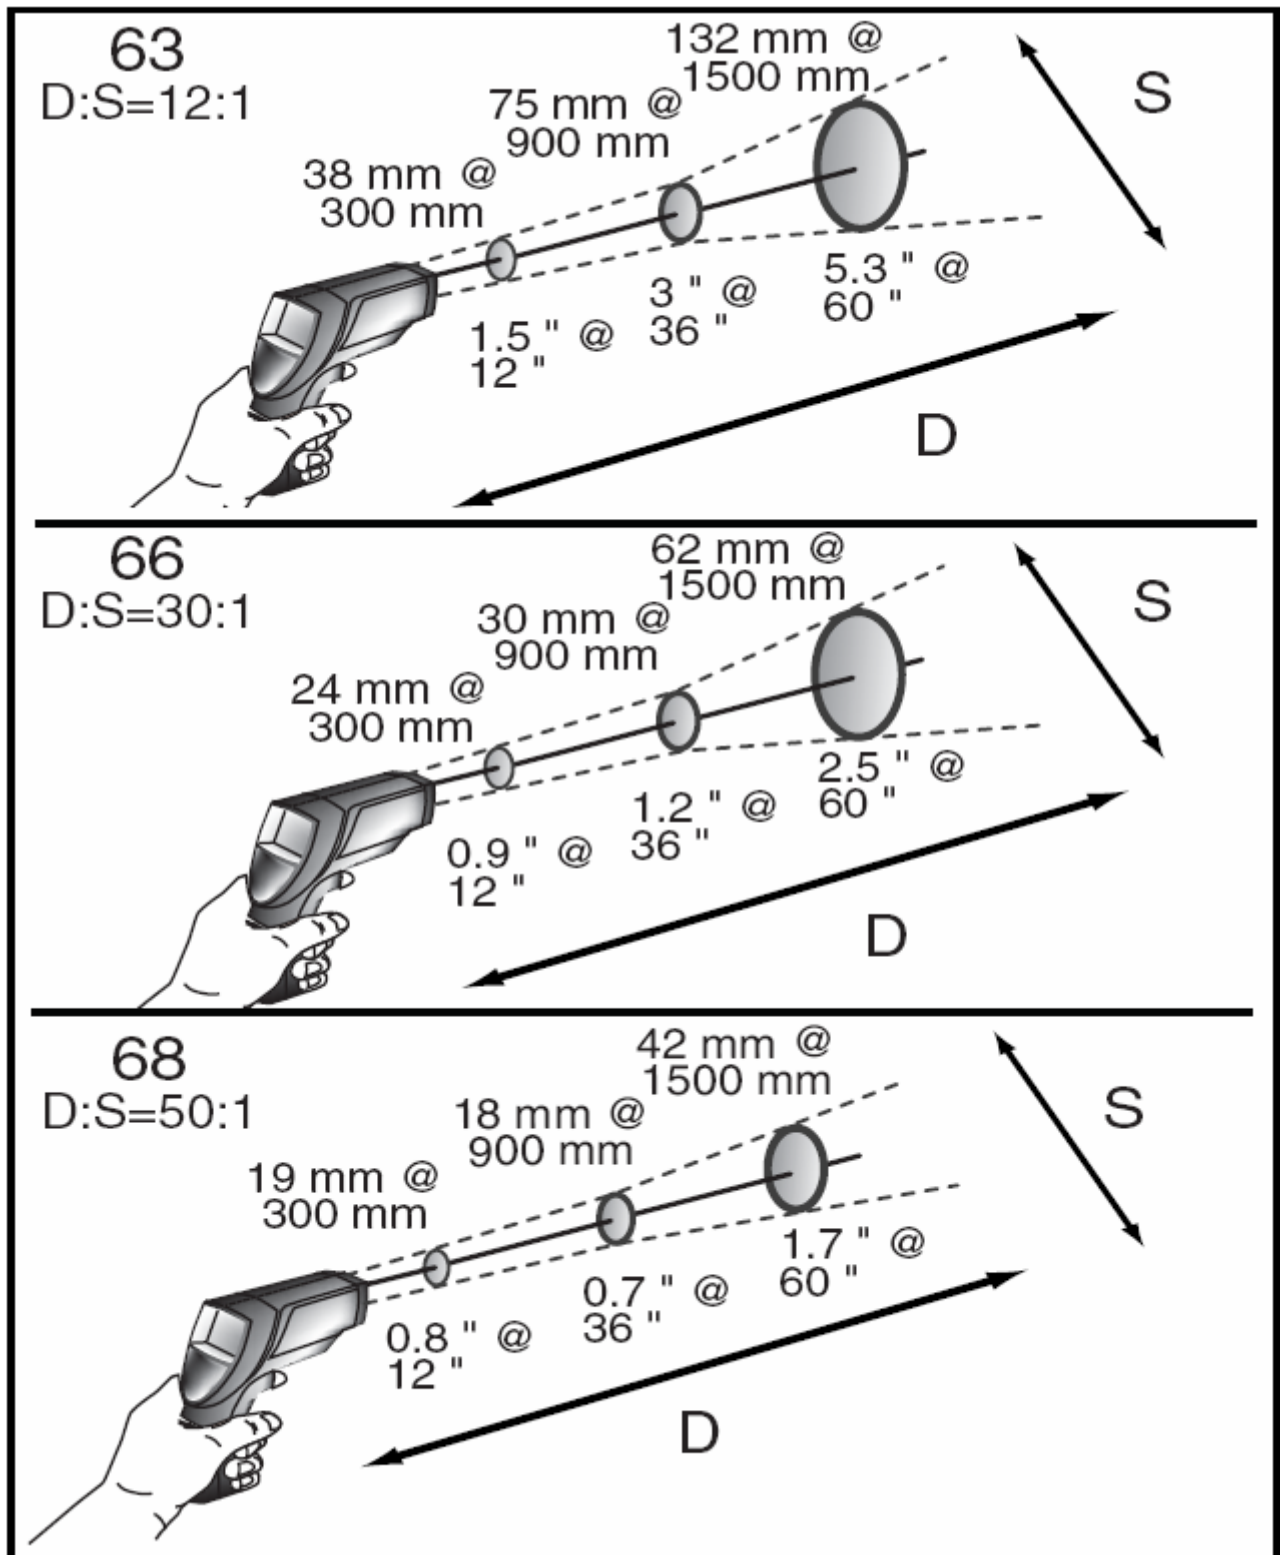

Рис. 5. Соотношение расстояния до объекта и размера точки.
С увеличением расстояния (D) до объекта размер точки измерения (S) будет увеличиваться. Соотношение между расстоянием до объекта и размером точки измерения показано на Рис. 5. Точка фокусировки каждого объекта – 914 мм (36"). Размеры точки отображают 90% энергии площади круга. См. Рис. 5.